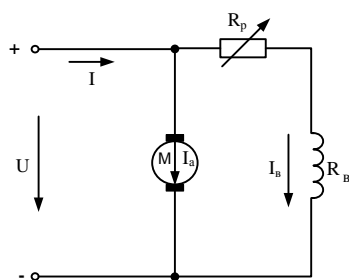

Рис. 2.
5. В цепь обмотки возбуждения шунтового двигателя постоянного тока включен регулировочный реостат R_p (рис.2.). Напряжение питания $U = 220$ В. При токе возбуждения $I_B = 2$ А скорость двигателя $n = 1000$ об/мин. Сопротивление обмотки возбуждения $R_B = 55$ Ом. Найти сопротивление регулировочного реостата, необходимое для изменения скорости в диапазоне от 500 до 2000 об/мин. Магнитный поток возбуждения считать пропорциональным току возбуждения $\Phi_B = kI_B$, падением напряжения на активном сопротивлении обмотки якоря пренебречь.